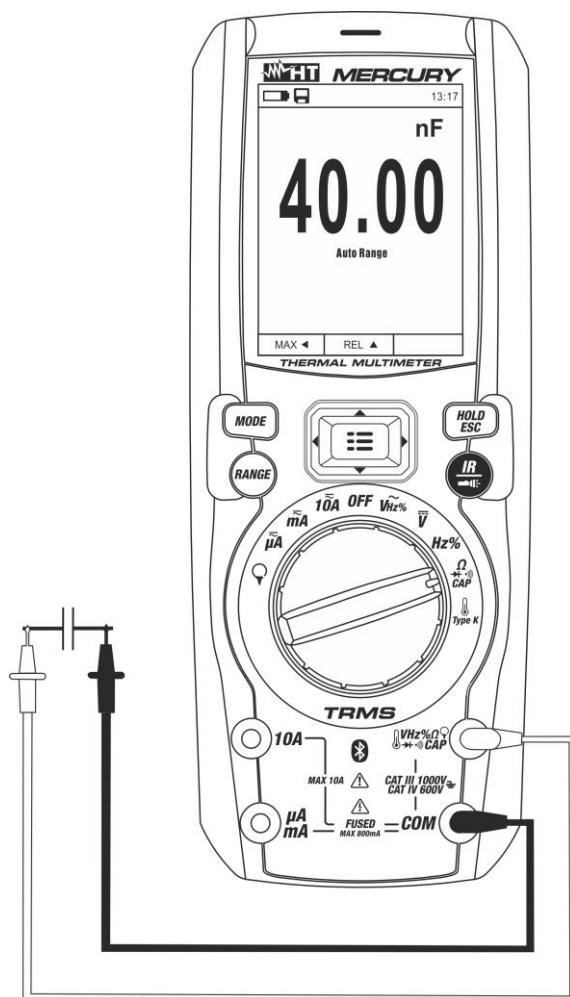

Fig. 26: Uso do instrumento para a medição de Capacidades
5. Colocar as ponteiras nas extremidades da capacidade em exame respeitando eventualmente as polaridades positivas (cabo vermelho) e negativas (cabo preto) (ver Fig. 26). O valor é apresentado no display. **Em função da capacidade, o instrumento poderá demorar alguns segundos antes de apresentar o valor final correto.** A barra gráfica não está ativa nesta função.